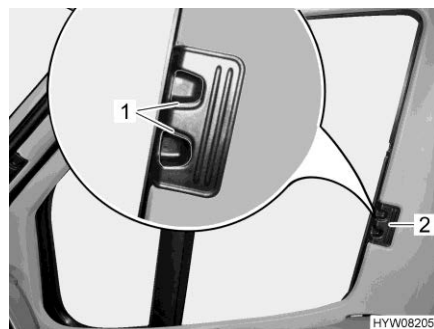

Fig. 106 Tendina oscurante pieghevole (finestrino del conducente/passeggero)
- Premere le maniglie di sbloccaggio (Fig. 106,1) e mantenerle premute.
- Con la levetta (Fig. 106,2) tirare le tendine oscuranti pieghevoli per il finestrino del guidatore e del passeggero verso l'altro lato della finestra e congiungerle alle strisce magnetiche.
- Inserire fino all'arresto le tendine oscuranti pieghevoli per il finestrino del guidatore e del passeggero per la maniglia (Fig. 106,2).
- Rilasciare le maniglie di sbloccaggio (Fig. 106,1) e mantenerle innestate.